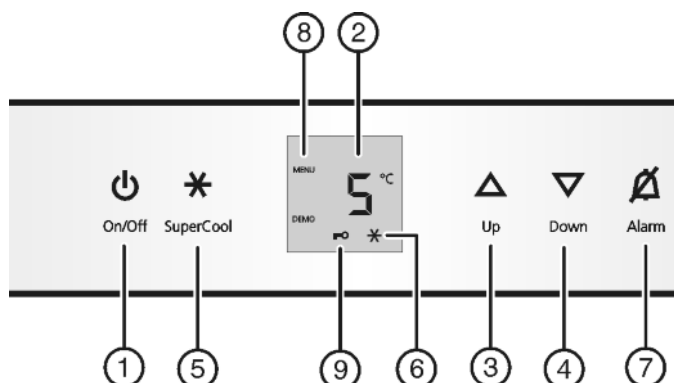

Fig. 2
- ▶ Appuyer sur la touche On/Off Fig. 2 (1).
- ▶ Activer le mode de réglage : appuyer env. 5 sec. sur la touche SuperCool Fig. 2 (5).
- ▶ Pour confirmer, appuyer brièvement sur la touche SuperCool Fig. 2 (5).
- ▶ appuyer brièvement sur la touche SuperCool Fig. 2 (5) pour activer la sécurité enfants.
- ▷ Le symbole Sécurité enfants Fig. 2 (9) est allumé. L'affichage c clignote.
- ▶ appuyer brièvement sur la touche SuperCool Fig. 2 (5) pour désactiver la sécurité enfants.
- ▷ Le symbole Sécurité enfants Fig. 2 (9) s'éteint. L'affichage c clignote.
- ▶ Désactiver le mode de réglage : appuyer sur la touche On/Off Fig. 2 (1).
- ▶ Appuyer sur la touche Alarme Fig. 2 (7).
- ▶ Augmenter la température : appuyer sur la touche de réglage Up Fig. 2 (3).
- ▶ Diminuer la température : appuyer sur la touche de réglage Down Fig. 2 (4).
- ▶ Appuyer brièvement sur la touche SuperCool Fig. 2 (5).
- ▷ Le symbole SuperCool Fig. 2 (6) s'allume dans l'affichage.
- ▷ Le symbole SuperCool Fig. 2 (6) s'éteint dans l'affichage.